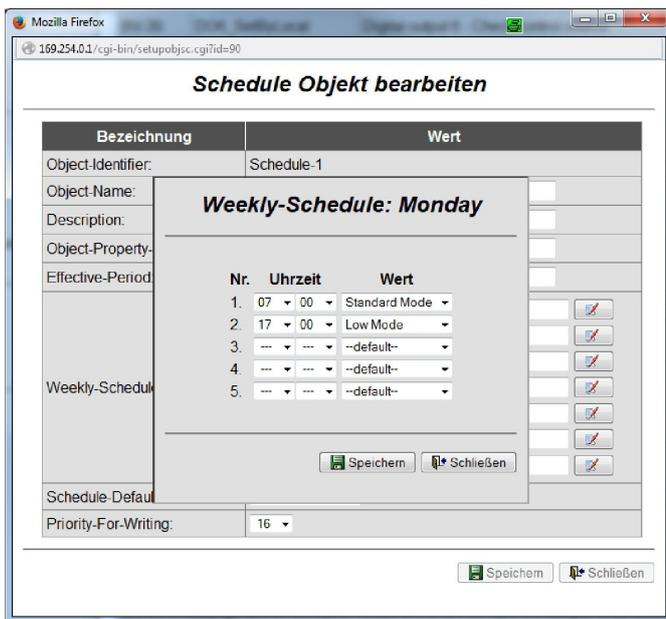

Abb. 30: Weekly-Schedule: [Wochentag]
- ⇒ Das Menü „Weekly-Schedule: [Wochentag]“ (Abb. 30) wird geöffnet.